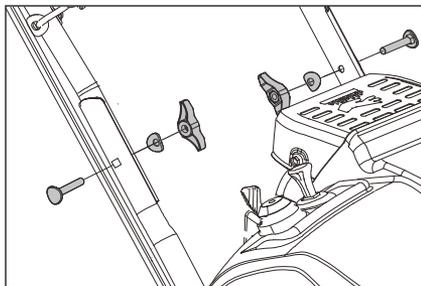

Рис. 2
- Соедините рабочую рукоятку с нижней частью рукоятки с помощью болтов, как показано на Рис.2.